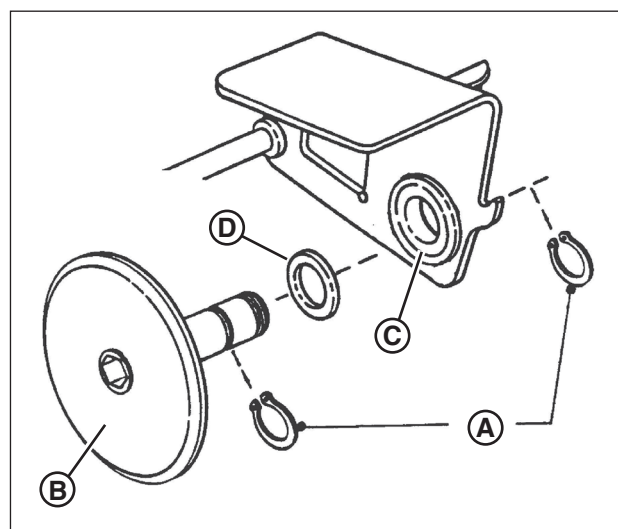

Figure 30: Remplacement du disque entraîné
3. Enlevez les deux anneaux de retenue (**A**, **Figure 30**) qui fixent le caoutchouc du disque entraîné (**B**) à l'ensemble du disque entraîné.
2. Retirez les deux anneaux de retenue (**A**, **Figure 30**) qui fixent le caoutchouc du disque entraîné (**B**) au plateau de pression.
5. Posez un roulement neuf et fixez-le au plateau de pression avec les quatre (4) vis de retenue. Serrez fermement les vis.